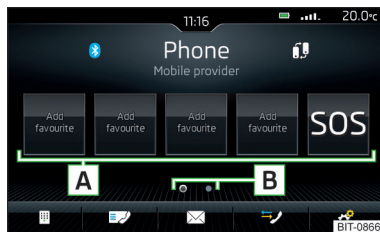

Fig. 155
- **Pulse** en el menú principal **Teléfono** la superficie funcional libre deseada **A** » **fig. 155**.
- Para el **cambio del grupo de memoria**, pulsar la superficie funcional **B** » **fig. 155**.
- Para la **elección**, pulsar la superficie funcional **A** » **fig. 155** ocupada.
- Mantener pulsada en el menú principal **Teléfono** la superficie funcional deseada y ocupada **A** » **fig. 155**.